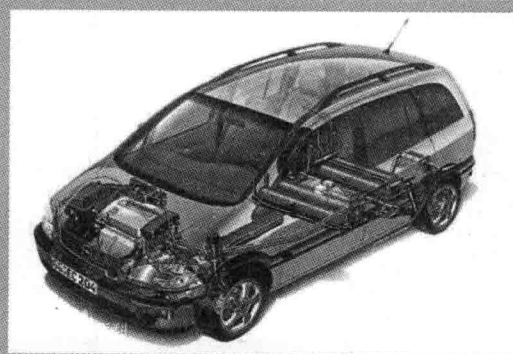

图 1-14 燃气车
(1) **燃气车** 汽油机和柴油机因为功率大、储存燃料方便，所以广泛用于乘用车。但出于降低尾气排放的考虑，有些车辆采用燃气作为发动机的燃料（图 1-14）。燃气种类有压缩天然气（CNG）、液化天然气（LNG）、液化石油气（LPG）。